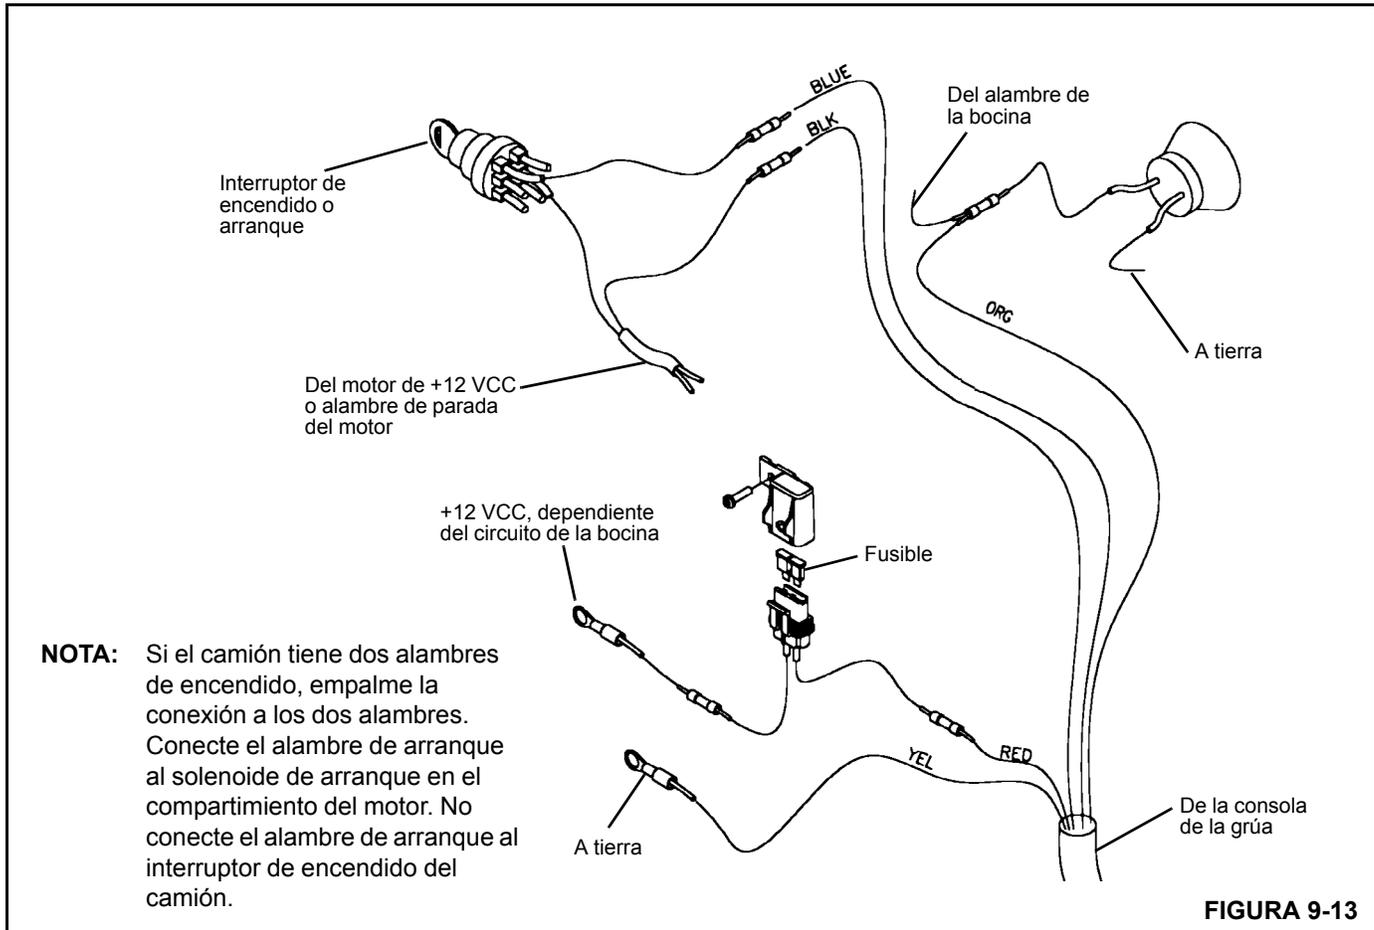

FIGURA 9-13
- Conecte el alambrado del camión como se muestra en la Figura 9-13.